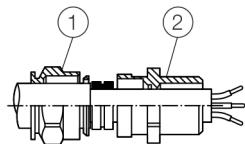

Figure 6 : Serrer le presse-étoupe
La classe de protection IP66 / 67 n'est atteinte qu'en installant la bague d'étanchéité noire entre les presse-étoupes et le boîtier et en respectant un couple de serrage de 3,6 Nm (Figure 6, pos. (2)).
5. Serrer le presse-étoupe de façon à appliquer fermement la bague d'étanchéité autour du câble (Figure 6, pos. ①). Serrer sur le boîtier à un couple inférieur à 1,5 fois le couple de serrage indiqué (voir les instructions de montage) !